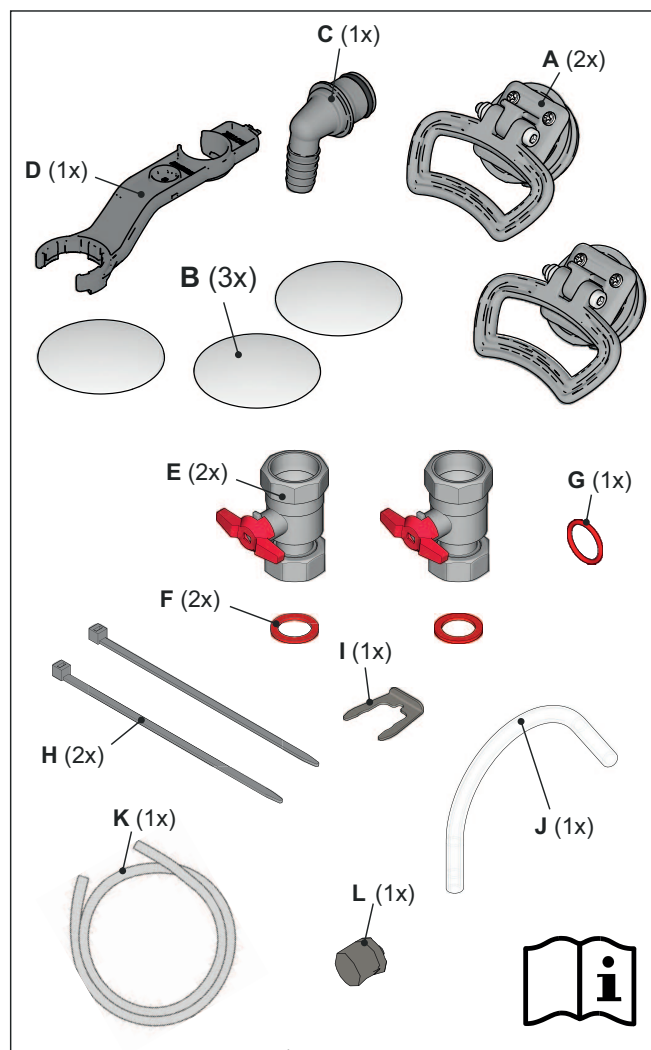

Bild 74-5 Innehåll tillbehörssäck
- Tillbehörspåse (se Bild 74-5),